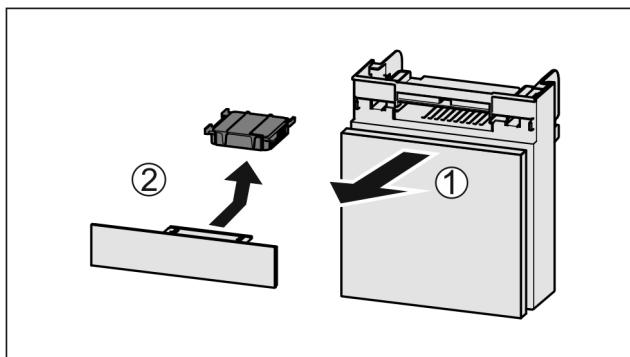

Fig. 83
- Zásuvku vytáhněte dopředu Fig. 83 (1).
- Filtr s aktivním uhlím vyjměte Fig. 83 (2).